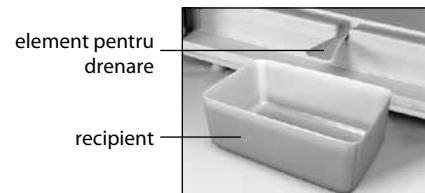

Figura 5 – Schema scurgerii apei rezultate în urma topirii din CF
- să instalați în conformitate cu figura 5 elementul de masă plastică pentru drenare și orice vas recipient cu volum de nu mai puțin de 2 litri pentru a colecta apa rezultată în urma topirii;